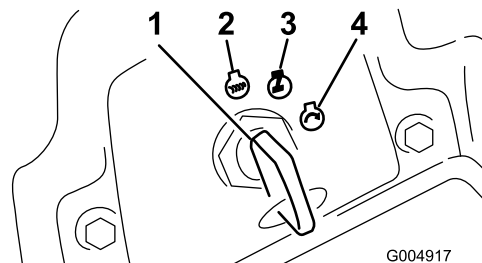

Figura 45
6. Gire la llave de contacto a la posición Marcha (Figura 45).
4. Gire la llave de contacto a la posición de Desconectado (Figura 45). Espere a que se detengan todas las piezas en movimiento antes de abandonar el puesto del operador.